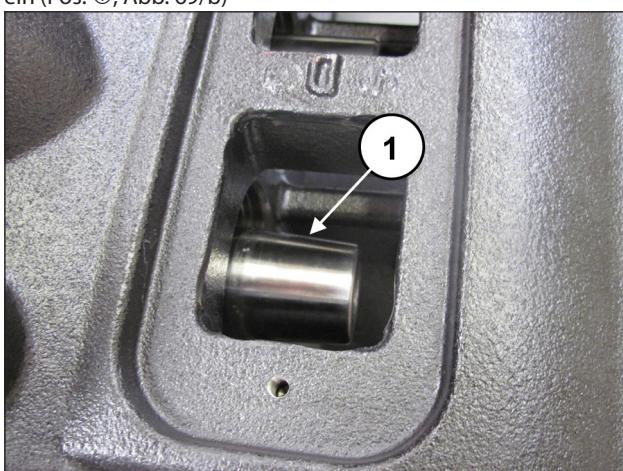

Abb. 69/a
Montieren Sie die Ölabstreifringe der Kolbenführung in den Gehäusesitz mithilfe des geeigneten Werkzeugs Art.27605300. Setzen Sie das Teil auf die Stange (Pos. ①, Abb. 69/a) und treiben Sie mit dem Werkzeug den Ölabstreifring in seinen Sitz ein (Pos. ①, Abb. 69/b)